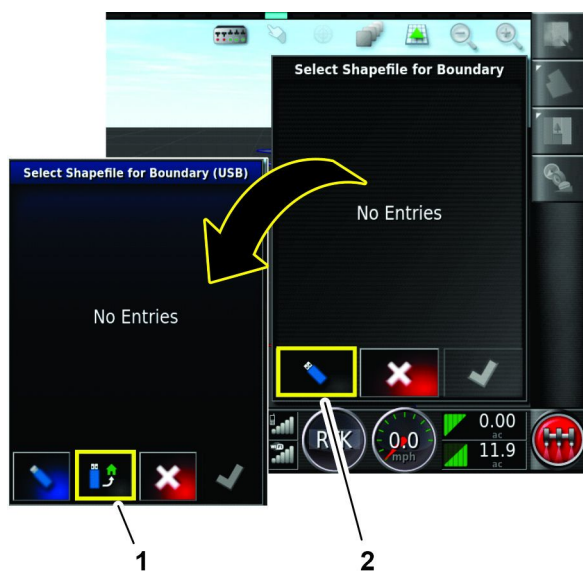

Bild 74
5. Tippen Sie im Dialogfenster Formdatei für Feldgrenze auswählen auf das Symbol ZU USB-SPEICHERMEDIUM WECHSELN (Bild 74).
6. Tippen Sie im Dialogfenster Formdatei für Feldgrenze auswählen (USB) auf das Symbol VOM USB-SPEICHERMEDIUM IMPORTIEREN (Bild 74).